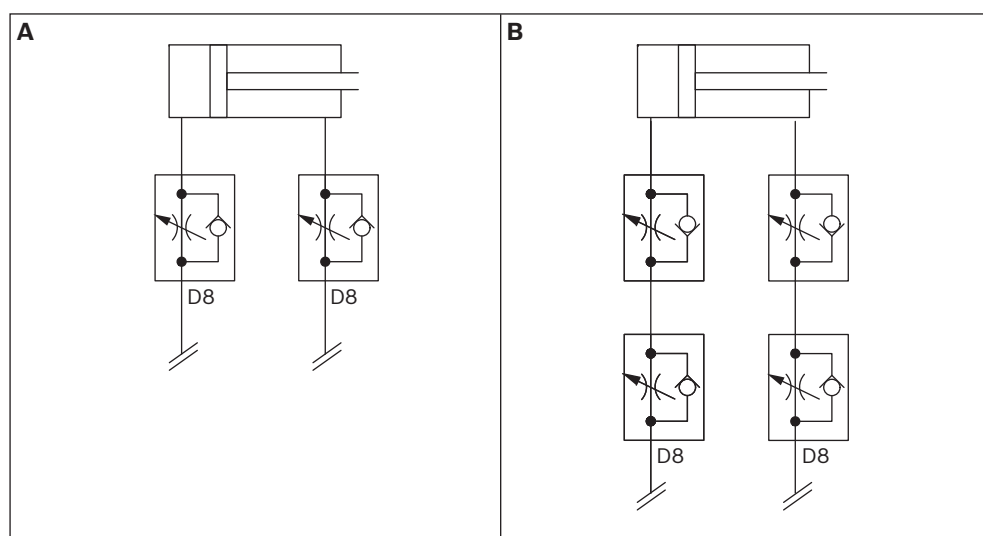

Fig. 9: Schema pneumatico
- Impostare la velocità del movimento di sollevamento o di rotazione tramite strozzamento dell'aria di alimentazione e di scarico (vedere anche pagina 21, Fig. 9).